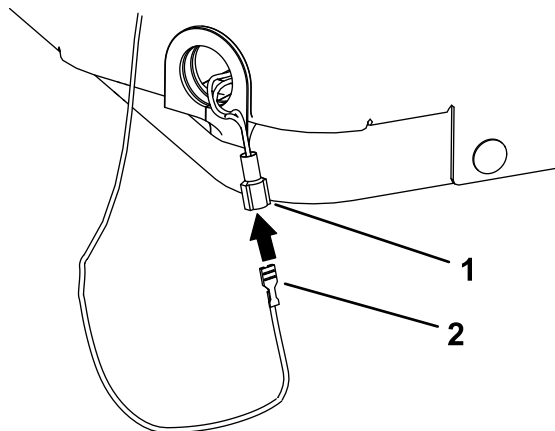

Figura 8
4. Conecte la toma suelta de un cable al conector con pestaña suelta en el arnés principal (Figura 8).